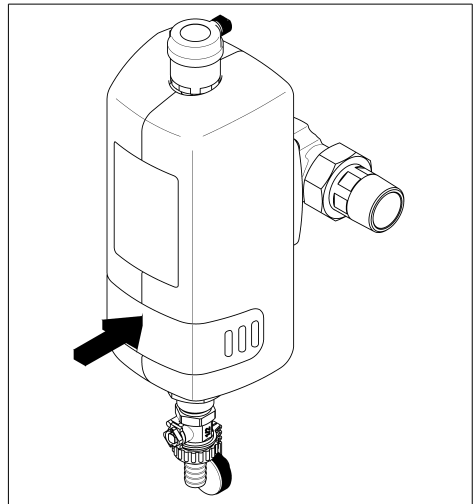

Abb. 9: Magnethalter einschieben
- Magnethalter wieder vollständig in das Gehäuse schieben (siehe Abb. 9).